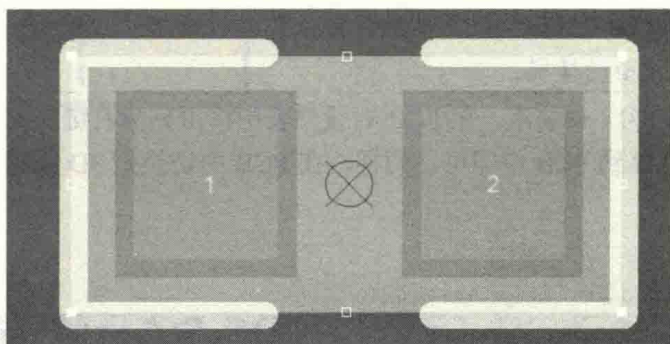

图 5-42 绘制 3D Body
(4) 按照实际尺寸绘制 0603C 的边框（自绘制的一般是颜色丝印本体绘制即可），如图 5-42 所示，绘制好的网状范围即 0603C 的实际尺寸。